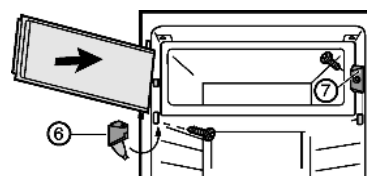

Fig. 4
- ▶ Zamontować element zamykający Fig. 4 (7).
- ▶ Zamontować płytkę łożyska Fig. 4 (6) i zamknąć osłonę.